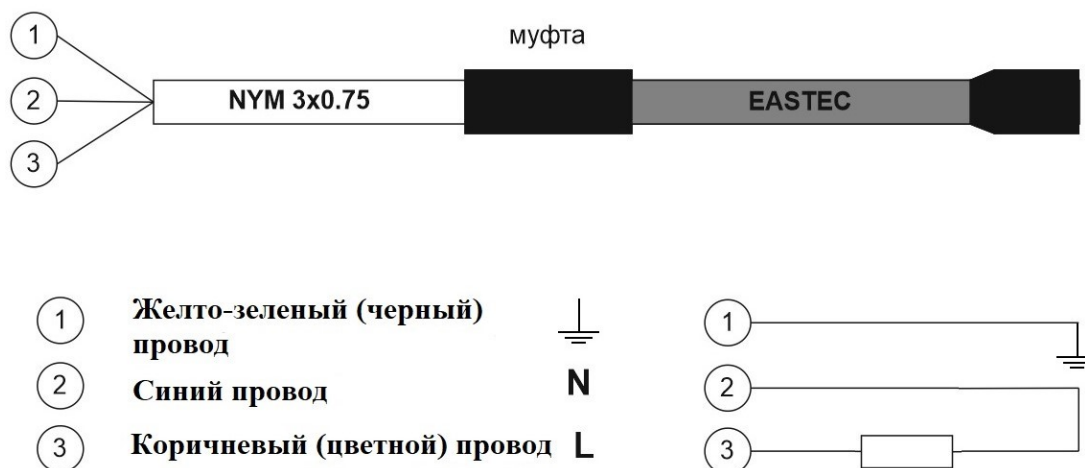

Рис. 2. Схема подключения
4.8. При использовании воронки для подключения электрического кабеля к сети необходимо использовать гидроизоляционную муфту или распаечную коробку. Подключение кабеля осуществляется через автомат защиты сети (см. рис. 2).